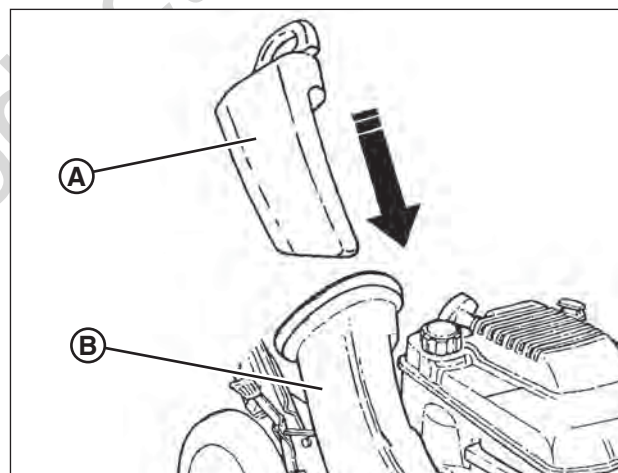

Figura 11: Instalación del tapón de mantillo
1. Instale el tapón de mantillo **(A, Figura 11)** si se necesita mantillo después de instalar el adaptador de la bolsa. Instale el tapón de mantillo completa y firmemente en el adaptador de la bolsa **(B)**.